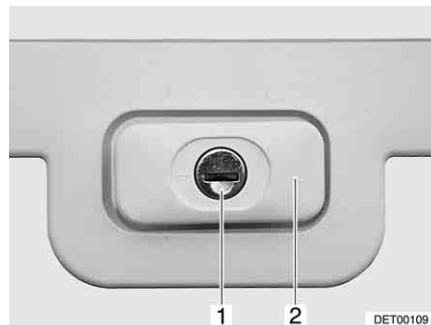

Bild 36 Klappenschloss, rechteckig, verschlossen
- Schlüssel in Schließzylinder (Bild 36,1) stecken und eine viertel Umdrehung drehen. Schlossgriff (Bild 36,2) schnappt heraus.